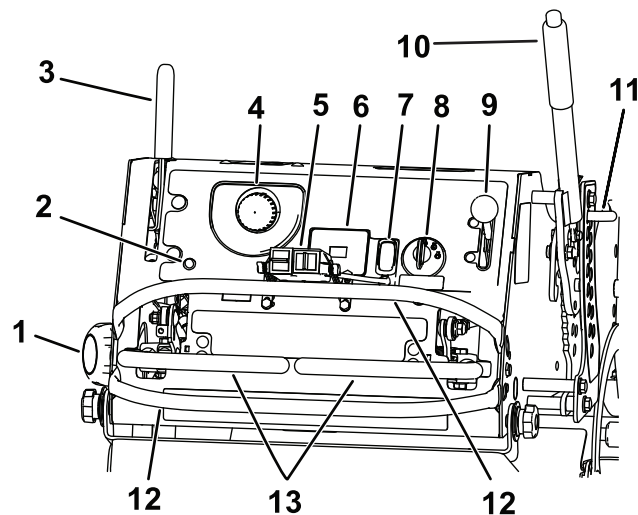

Figura 4
Si se detecta un problema o una avería en el sistema, se enciende el indicador de avería (IA) (Figura 4).
El mando de la toma de fuerza (TDF) se utiliza para engranar y desengranar las cuchillas del cortacésped o arrancar y parar accesorios motorizados (Figura 4); consulte Uso del mando de la toma de fuerza \(TDF\) (página 16).
El acelerador controla la velocidad del motor y tiene un ajuste variable continuo de LENTO a RÁPIDO (Figura 4).
Las palancas de control de movimiento se utilizan para conducir la máquina hacia adelante, hacia atrás y girarla en ambos sentidos (Figura 4).